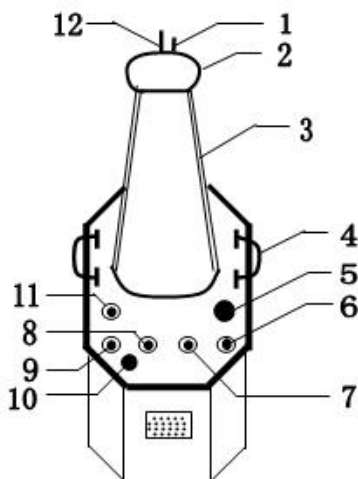
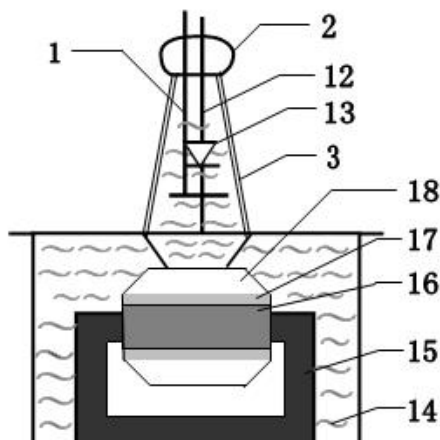

图 1 YDJZ 试验变压器外部结构示意图
图 2 试验变压器内部结构图
YDJ (Z) 系列交流试验变压器采用单框芯式铁芯结构。初级绕组绕在铁芯上，高压绕组在外，这种同轴布置减少了漏磁通，因而增大了绕组间的耦合。产品的外壳制成与器芯配合较佳的八角形结构，整体外形显得美观大方。其外部结构图见图 1，内部结构图见图 2。